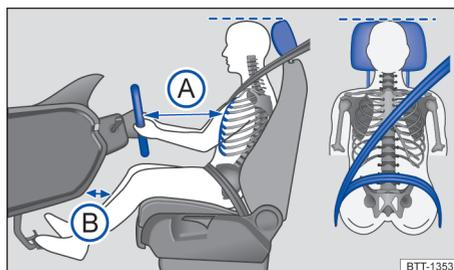

Fig. 20 Distância correta do condutor em relação ao volante, posição correta do cadoço do cinto de segurança e ajuste correto do apoio para cabeça.
- Ajustar o banco de modo que a distância entre o volante e o tórax tenha no mínimo 25 cm → Fig. 20 (A) e que o condutor possa segurar o volante pela borda externa com as duas mãos e os braços ligeiramente dobrados.
- Ajustar o banco do condutor na direção longitudinal de modo que os pedais possam ser acionados com as pernas ligeiramente arqueadas e a distância para o painel de instrumentos na área do joelho seja de, no mínimo, 10 cm (B)
- Para os bancos com apoio para cabeça: ajustar o apoio para cabeça de modo que a sua borda superior se encontre preferencialmente na mesma linha da parte superior da cabeça → Fig. 20 – porém não abaixo da altura dos olhos. Posicionar a parte posterior da cabeça o mais perto possível do apoio para cabeça.